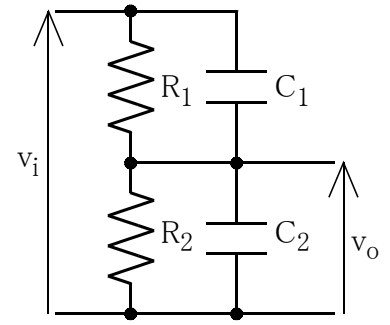

図1 分圧回路
2 図1に示す、抵抗とコンデンサを使用した分圧回路について、以下の手順で検討する。
- (1) 抵抗 R_1 とコンデンサ C_1 の合成インピーダンス $Z_1(j\omega)$ および、 R_2 と C_2 の合成 $Z_2(j\omega)$ を求めよ。
- (2) 図1の回路における、分圧比 $=v_o/v_i$ を、 $\omega \rightarrow 0$ の場合と、 $\omega \rightarrow \infty$ の場合において求めよ。